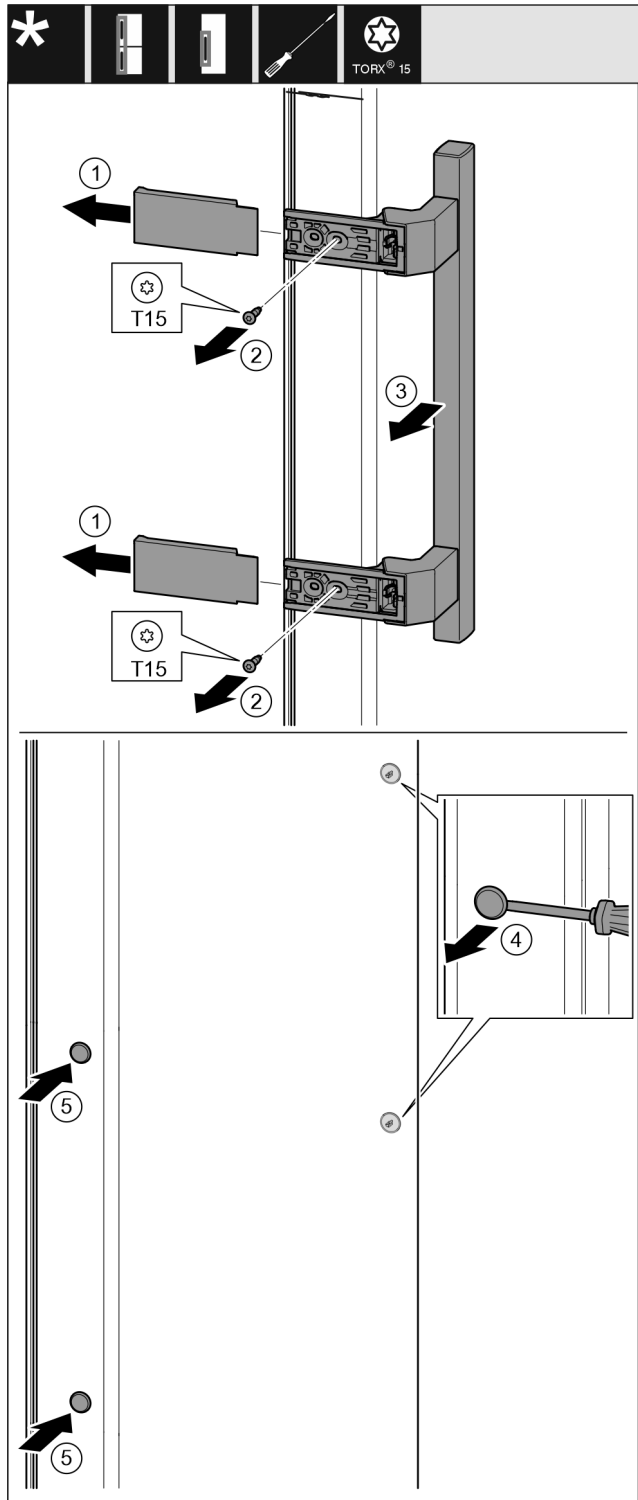

Fig. 11
- Trekk av dekselet. Fig. 11 (1)
- Skru ut skruene med skrutrekkeren Torx 15. Fig. 11 (2)
- Fjern håndtaket. Fig. 11 (3)
- Løft pluggene på siden forsiktig med en skrutrekker og trekk dem ut. Fig. 11 (4)
- Sett igjen inn pluggen på den andre siden. Fig. 11 (5)